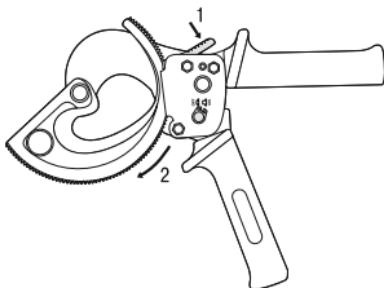

Рисунок 10
– нажмите до упора фиксатор и удерживайте его (рисунок 10, позиция 1);